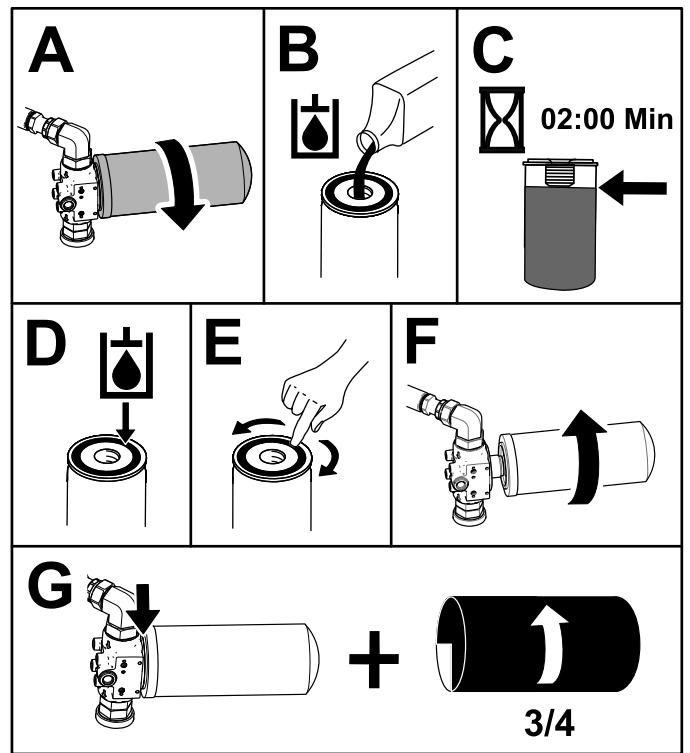

Figure 82
5. Placez un bac de vidange sous le filtre avant et remplacez le filtre (Figure 82).